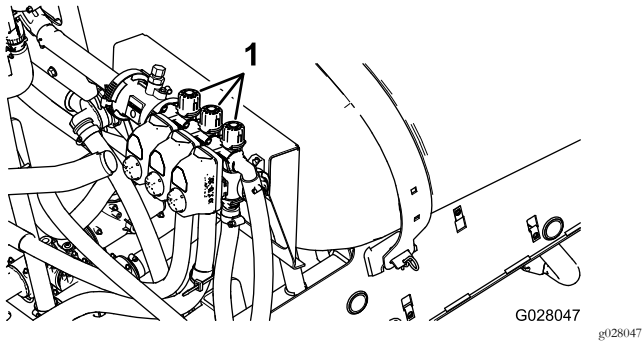

图107
11. 关闭左喷洒臂调节喷洒臂旁通旋钮 图107 直至压力读数达到先前的调节水平通常为 2.75bar。
13. 调节右喷洒臂旁通旋钮 图107 直至压力读数达到先前的调节水平通常为 2.75bar。
15. 调节中央喷洒臂旁通旋钮 图107 直至压力读数达到先前的调节水平通常为 2.75bar。